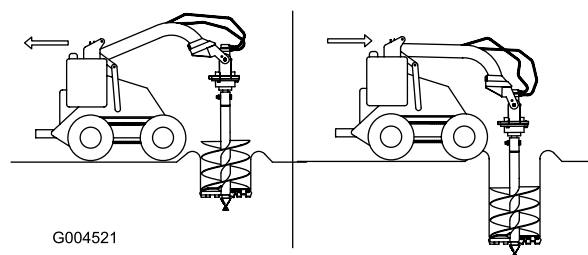

Figura 10
6. Abbassate la trivella lentamente mentre il terreno viene smosso. Mentre scavate più in profondità, spostate la trattrice indietro o in avanti, come necessario per mantenere la trivella verticale (Figura 10).